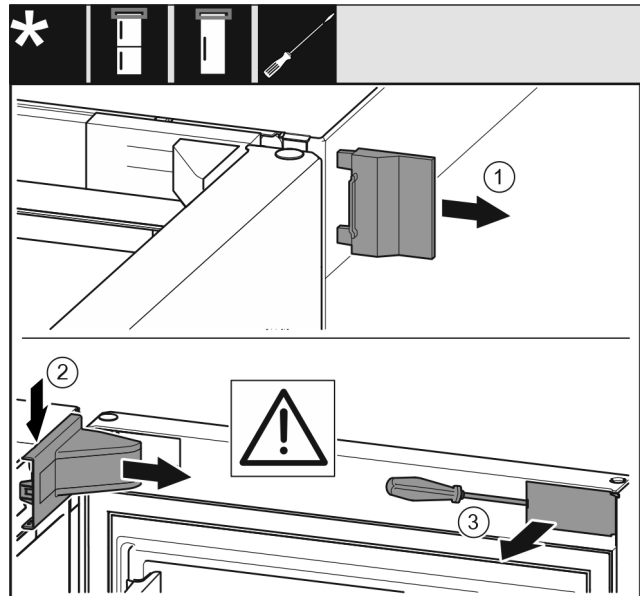

Fig. 7
- Buitenste afdekking Fig. 7 (1) wegnemen.
- Lagerbokafdekking Fig. 7 (2) ontgrendelen en wegnemen.
- Paneel Fig. 7 (3) met een platte schroevendraaier ontgrendelen en opzij draaien.